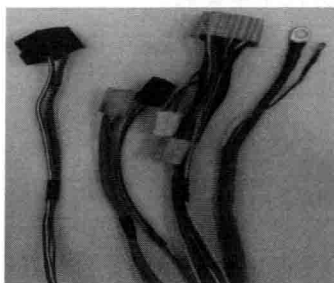

图 1-6 汽车上的导线
④ 导线 导线是连接电源与用电设备的金属线，为用电设备工作提供电流的通路。汽车上常用的导线是铜线，少部分用铝线，图 1-6 所示为汽车导线。